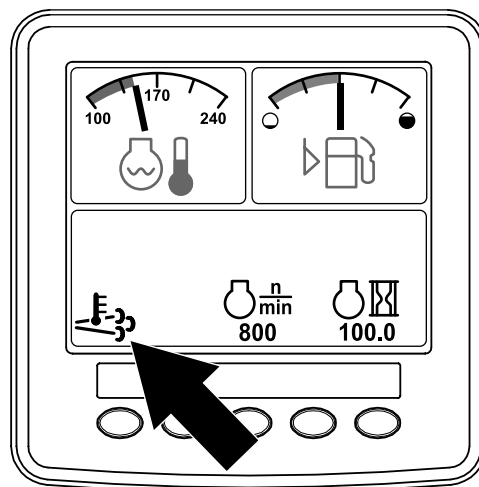

Figura 41
- El icono de alta temperatura del escape aparece en el InfoCenter (Figura 41).